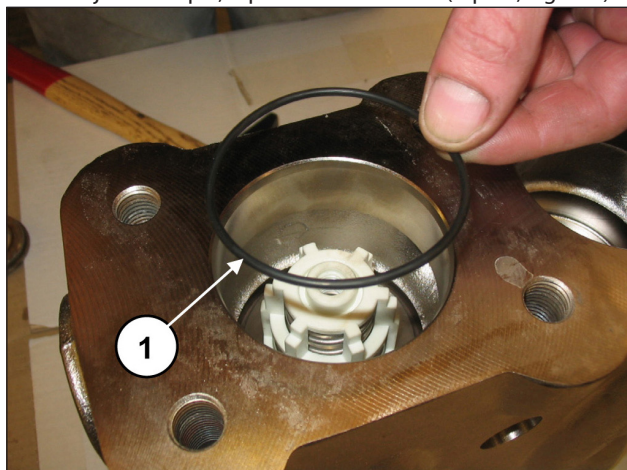

Fig. 121
Placer le joint torique, rep. vue éclatée n° 17 (rep. ①, Fig. 121).